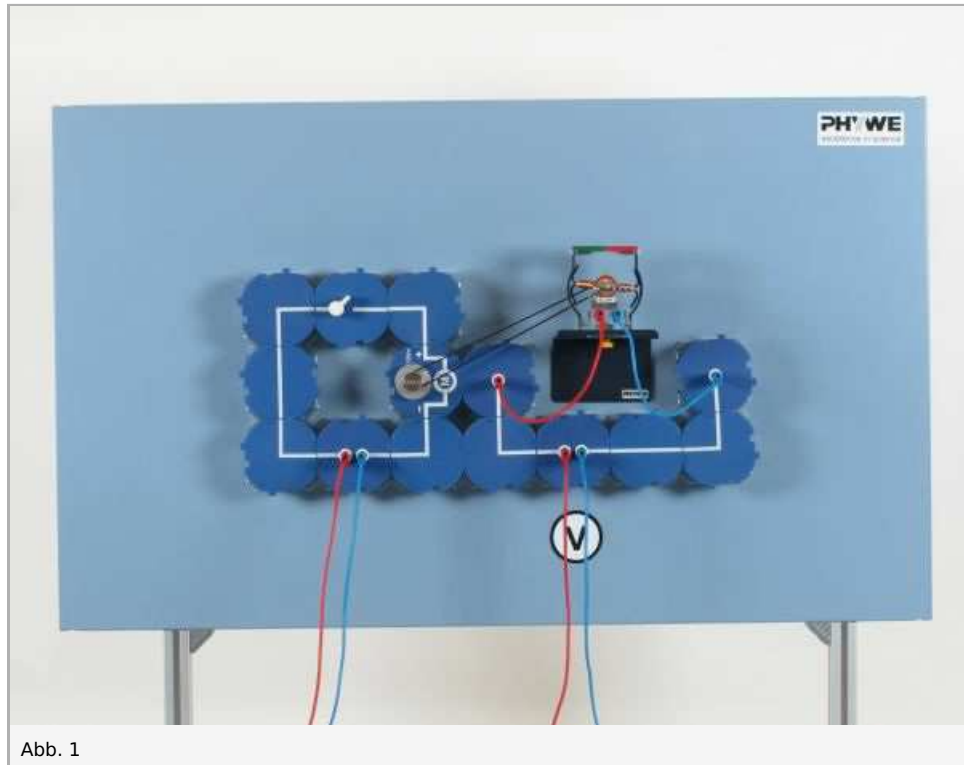

Abb. 1
- Versuch entsprechend Abb. 1, zunächst ohne Treibriemen, aufbauen; Messbereich 100 mV- wählen und ADM2 so polen, dass es nach rechts ausschlägt, wenn sich der Anker im Uhrzeigersinn dreht
- Rotor per Hand langsam und möglichst gleichmäßig im Uhrzeigersinn drehen; dabei das ADM2 beobachten (1)
- Lage der Magnetpole vertauschen und Rotor wie vorher (auch mit gleichem Drehsinn) drehen; ADM2 beobachten (2)
- beobachten (3)
- Schalter schließen und Spannung am Motor, somit also die Drehzahl des Generators von 0 V aus variieren; Glühlampe beobachten (4)